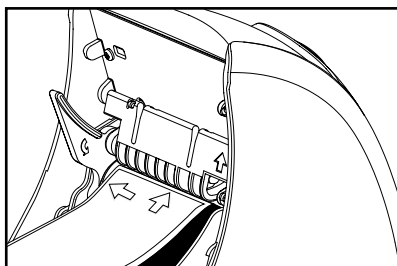
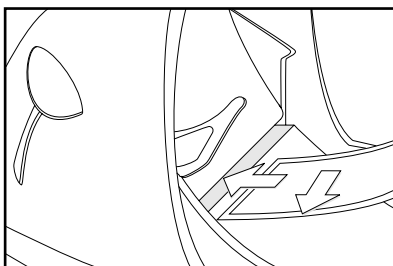

Рисунок 3
Рисунок 4
- v. Введите первую этикетку в **отверстие печатающей головки**, продвигая передний край рулона по упору кромки этикетки слева от внутренней рамки (рис. 3). Важно, чтобы этикетки меньшего размера касались левой стороны принтера (рис. 4).